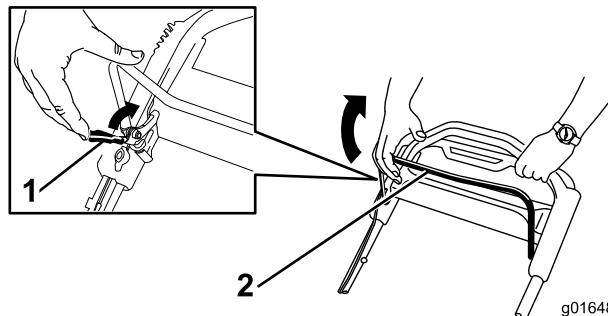

Figura 21
1. Tire hacia atrás del seguro de la barra de control de las cuchillas hasta que llegue a la barra de control de las cuchillas (Figura 21).
2. Tire hacia atrás lentamente Figura 21 de la barra de control de la cuchilla hasta que llegue al manillar () .